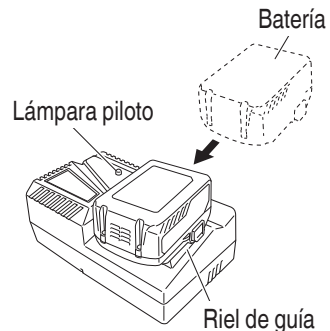

Fig. 6
2. Inserte la batería en el cargador de baterías. Inserte la batería en el cargador de baterías como muestra en la Fig 6.